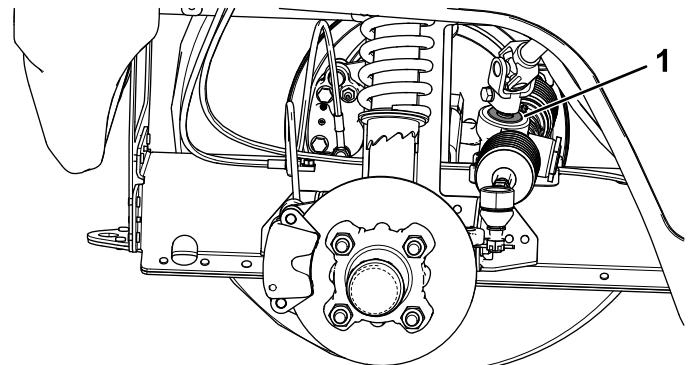

図 52
**重要** ピニオンシャフトのシールの状態と磨耗程度を点検する 図 52。